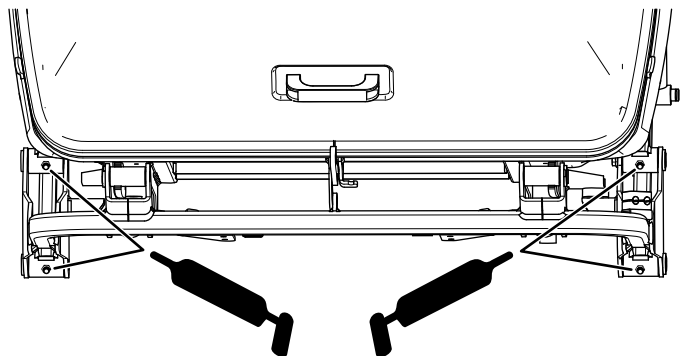

Рисунок 49
- Рычаги бункера – нижние задние (Рисунок 49)